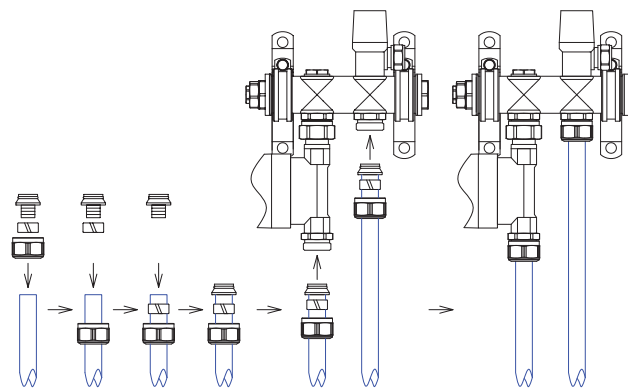

Рисунок 12. Подключение контуров к модулю MINI.
3. Наденьте на трубу сначала гайку, потом обжимное кольцо, после чего с усилием вставьте в трубу соединительную часть в виде грибка (рисунок 12). Вставьте фитинг в посадочное седло и затяните гайку при помощи гаечного ключа.